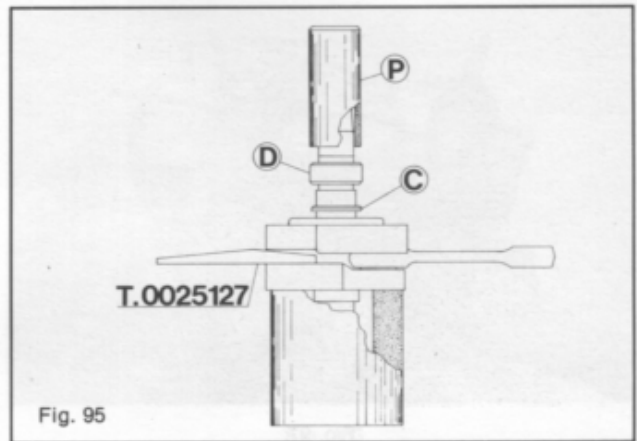

Fig. 95
**Fig. 95 - Distanziale e anello interno cuscinetto a rullini di banco:** introdurre l'albero motore lato frizione su di una base di appoggio con  $\varnothing$  interno 36 mm. e, dopo avere montato il distanziale «C», montare l'anello interno «D», scaldato in bagno d'olio a 100 °C, del cuscinetto a rullini di banco sull'albero motore (lato volano) utilizzando come punzone «P» uno spezzone di tubo con  $\varnothing$  interno 29 mm.
**Avvertenza -** Ad evitare possibili deformazioni sull'albero motore è necessario che l'operazione di montaggio dell'anello «D» venga effettuato dopo avere interposto tra i due semialberi l'apposita zepa T. 0025127 come illustrato in fig. 95.